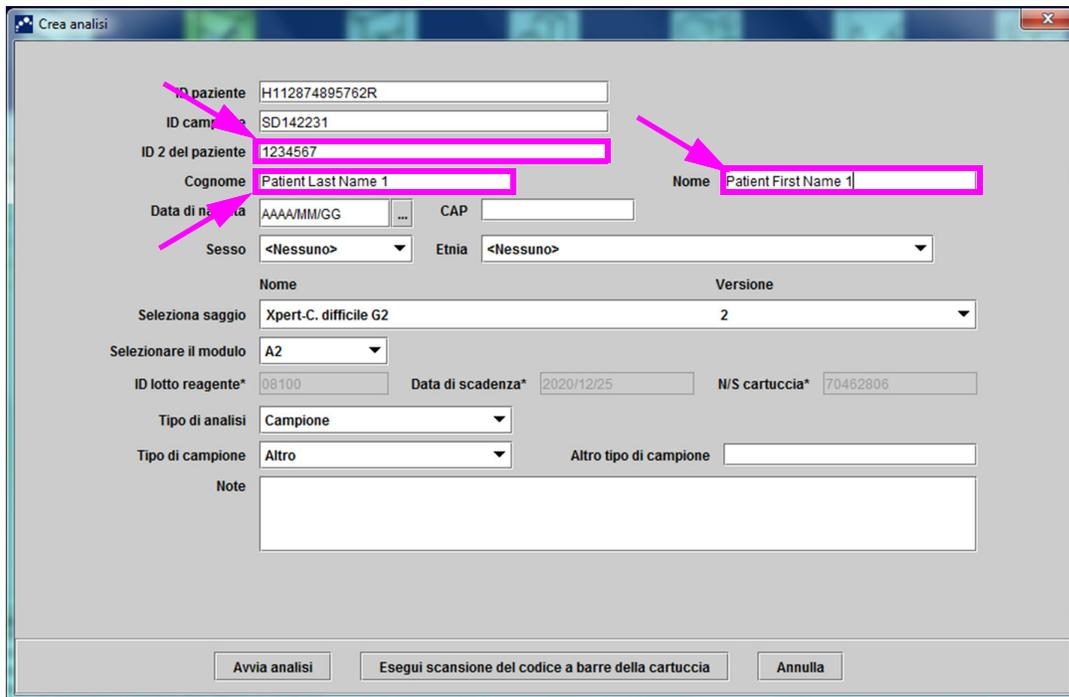

Figura 5-23. Finestra di dialogo Crea analisi con i campi ID paziente e ID campione
4. Eseguire la scansione del codice a barre della cartuccia mediante il lettore di codici a barre fornito. Vedere la Sezione 5.5. Viene visualizzata la finestra di dialogo Crea analisi, come mostrato nella Figura 5-23. Il software inserisce automaticamente le informazioni richieste nella finestra Crea analisi.
- (Facoltativo) Se l'opzione **Nome paziente** è abilitata, posizionare il cursore nel campo **Cognome** e immettere il cognome del paziente, quindi posizionare il cursore nel campo **Nome** e immettere il nome del paziente. Vedere la Figura 5-23.